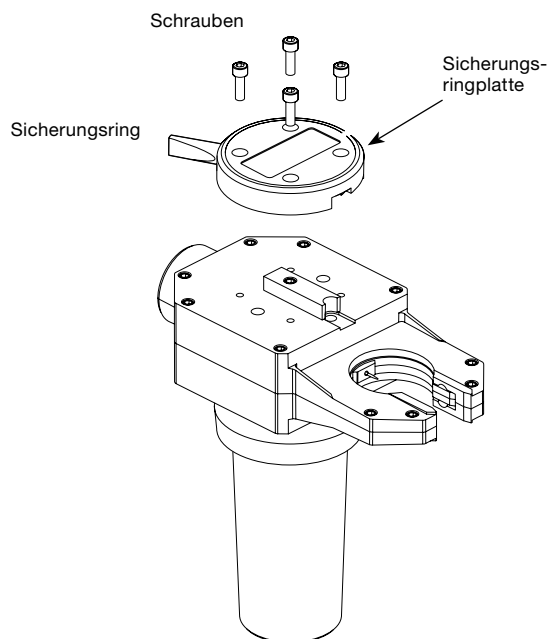

Abbildung 30 Entfernen des Sicherungsringes und der Sicherungsringplatte
2. Die vier Schrauben, den Sicherungsring und die Sicherungsplatte entfernen. Siehe Abbildung 30.